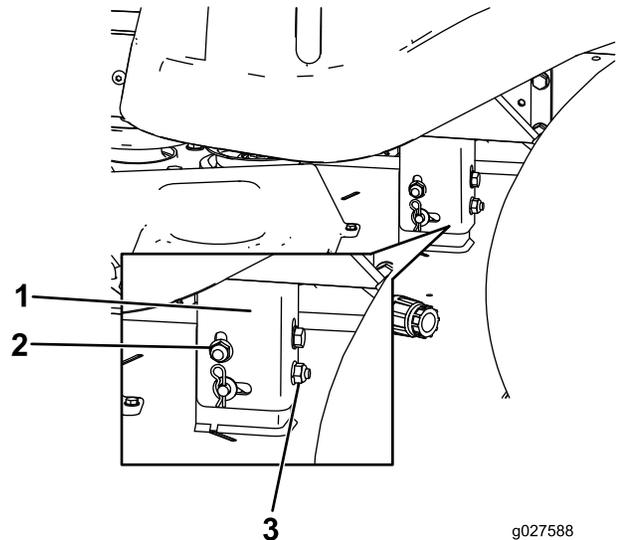

Bild 59
8. Drehen Sie die hintere Mutter, um die linke Seite des Mähwerks anzuheben oder abzusenken. (Bild 59).